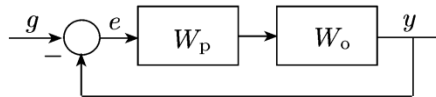

Рис. 5.4. Схема системы управления
1. Заданы передаточные функции регулятора $W_p(s) = k_{\text{п}}$ и объекта $W_o(s) = \frac{1}{s(s+1)}$ системы управления (рис. 5.4). Определить пара-